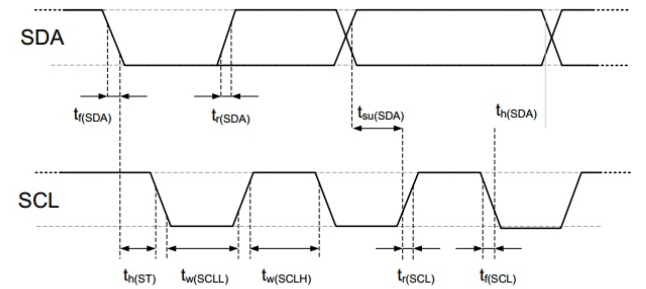

图17 数字输入/输出端的时序图、缩略语在表 8 中进行了解释。较粗的 SDA 线由传感器控制、普通的 SDA线由单片机控制。请注意 SDA 有效读取时间由前一个转换的下降沿触发。
SDA 引脚用于传感器的数据输入和输出。当向传感器发送命令时，SDA在串行时钟SCL的上升沿有效，且当SCL为高电平时，SDA必须保持稳定。在SCL下降沿之后，SDA值可被改变。为确保通信安全，SDA的有效时间在SCL上升沿之前，和下降沿之后应该分别延长至TSU and TH0-参考图17。当从传感器读取数据时，SDA在SCL变低以后有效 (TV), 且维持到下一个SCL的下降沿。
电气特性，如功耗、输入和输出的高、低电平电压等，依赖于电源供电电压。为了使传感器通讯顺畅，很重要的一点是，确保信号设计严格限制在表 7、8 和图 17 所给出的范围内）。
表 8 I²C快速模式数字输入/输出端的时序特性。具体含义在图 17 有所显示。除非另有注明。